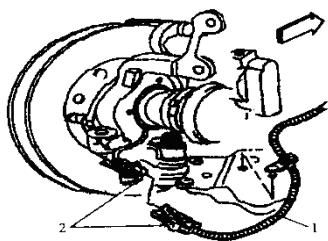

图 5.1-9 分离车轮速度传感器
- (1) 前轮毂总成的拆卸
- ① 升起并适当支撑车辆，拆卸车轮总成。
- ② 如图 5.1-9 所示，断开车轮速传感器插接器，从托架上拆卸车轮速度传感器。